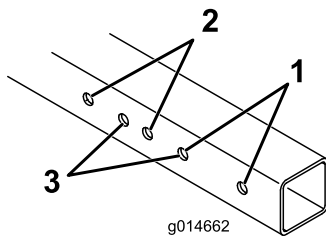

Figure 2
1. Reportez-vous à la Figure 2 pour déterminer quels trous de montage du cadre utiliser selon la largeur de votre tondeuse pour greens.